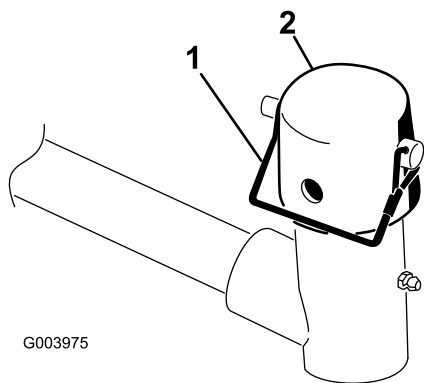

Figura 9
- Togliete il perno di ritenuta e il cappuccio dalla forcella di articolazione del braccio di sollevamento (Figura 9).
Nota: Per avere un elemento di taglio sterzante usate la fessura, oppure usate il foro se l'elemento di taglio deve essere bloccato (Figura 9).